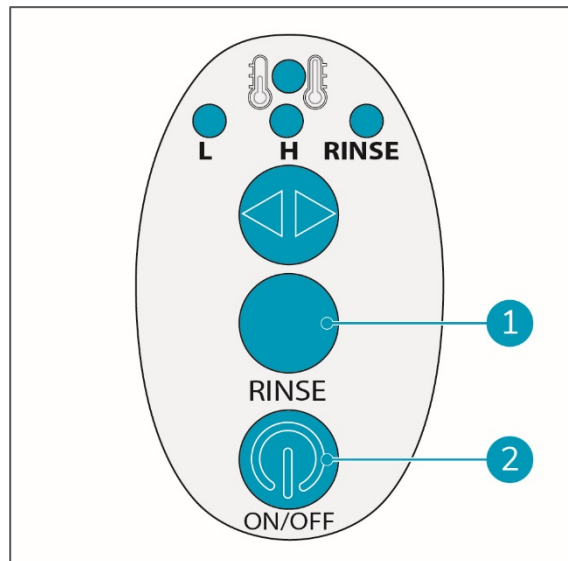

Abbildung 26
6. Drücken Sie die ON/OFF-Taste (Abb. 26, Pos. 2) auf dem Bedienfeld am Griff.
7. Drücken Sie die RINSE-Taste (Abb. 26, Pos. 1).
9. Lassen Sie die RINSE-Taste (Abb. 26, Pos. 1) los.
12. Schalten Sie das Gerät mit der ON/OFF-Taste (Abb. 26, Pos. 2) aus.